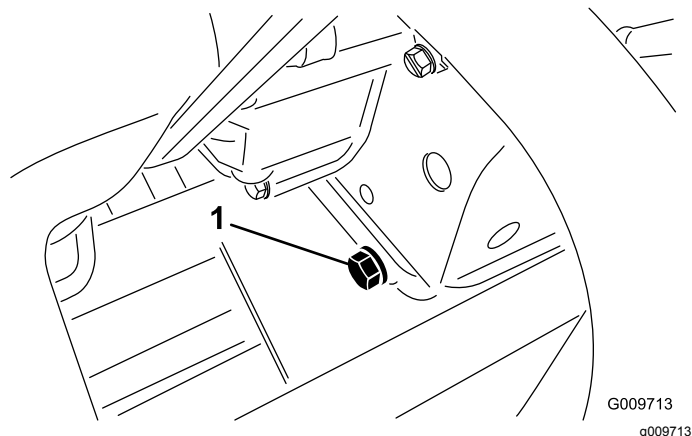

図 30
1. ドレンプラグ 図 30 を外してオイルを容器に受ける。オイルが抜けたらドレンプラグを取り付ける。